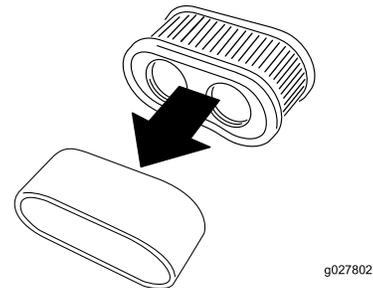

Figure 42
5. Retirez l'élément en mousse de l'élément en papier (Figure 42).